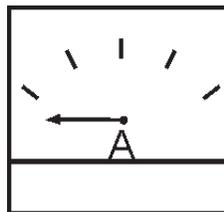

Figura 48. Amperímetro (sin carga)
11. El amperímetro (Figura 48) indicará cero amperios sin carga aplicada. Cuando la carga es aplicada, el amperímetro indicará la cantidad de corriente que la carga es extraída del generador.